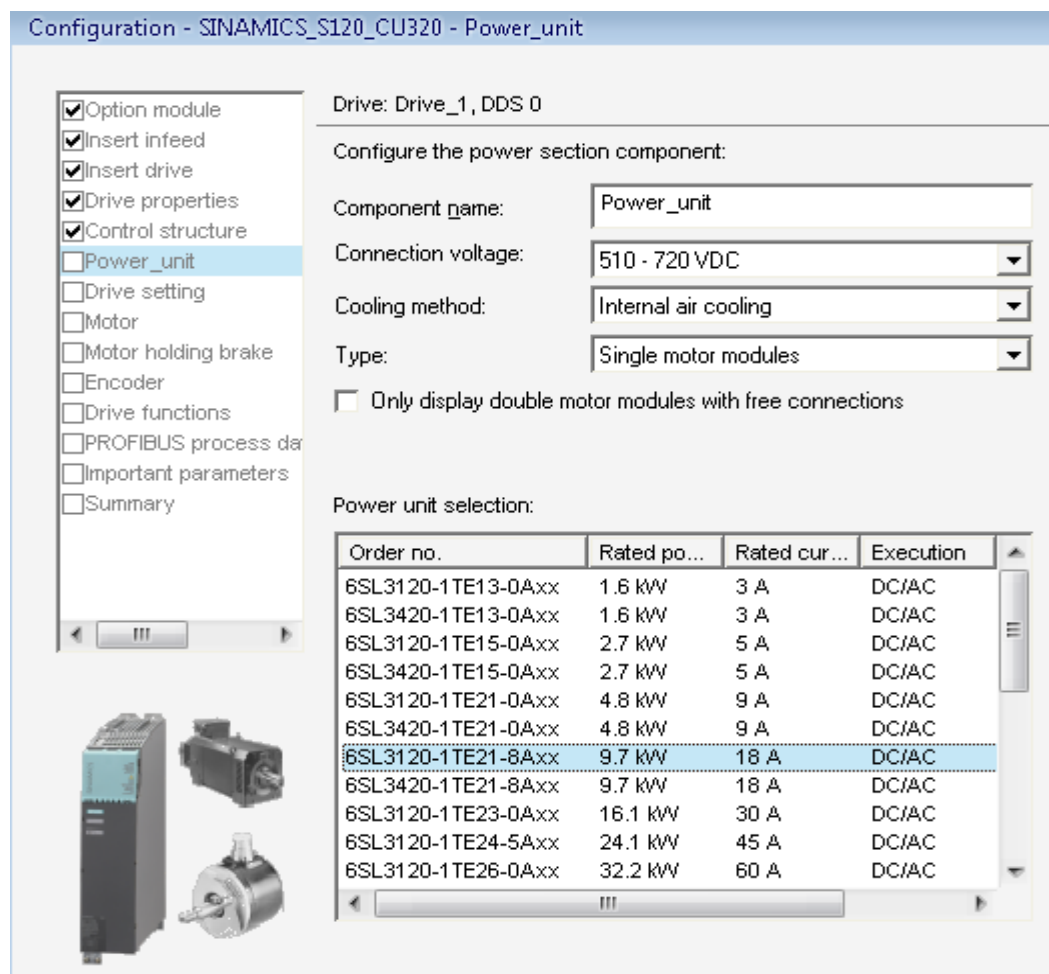

Рисунок 3.5 – Выбор модуля двигателя
9) Выберите требуемый модуль двигателя (рисунок 3.5).